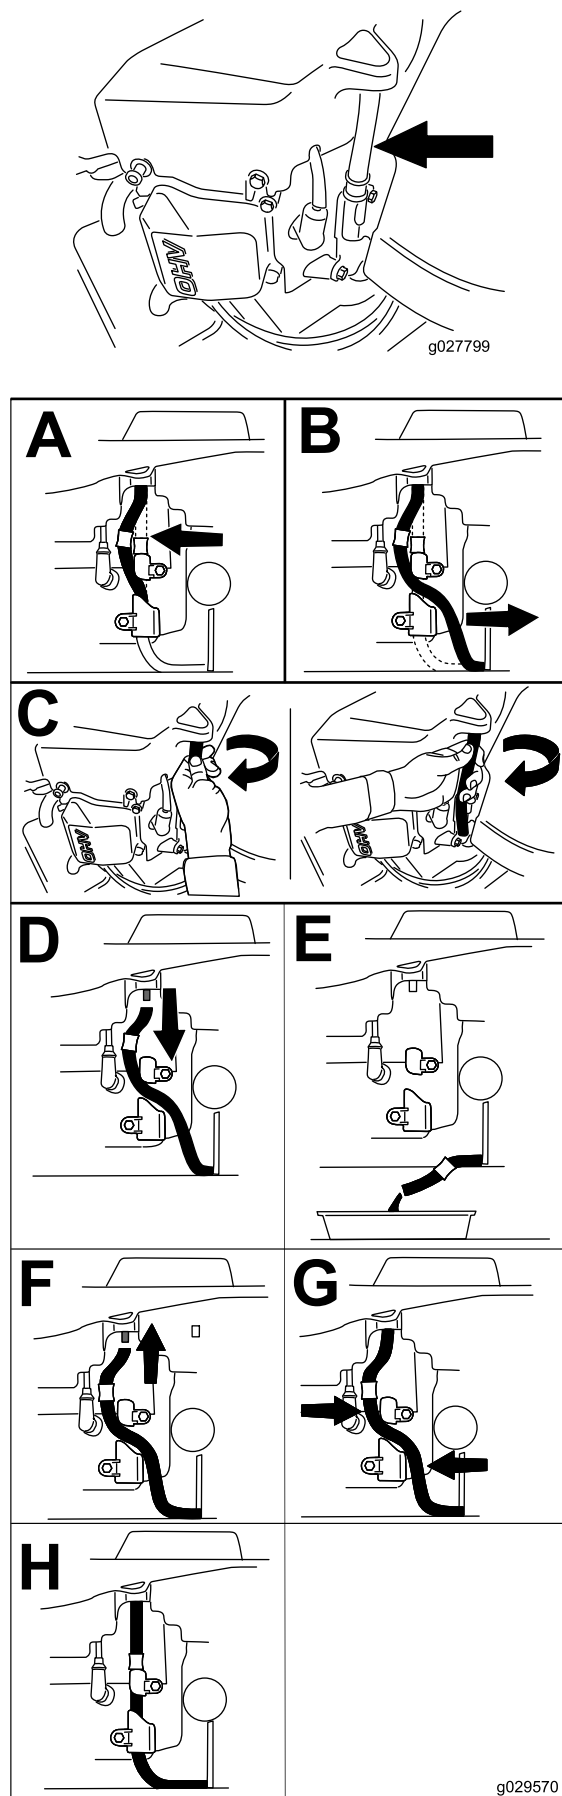

Figura 43
4. Scurgeți uleiul din motor (Figura 43).